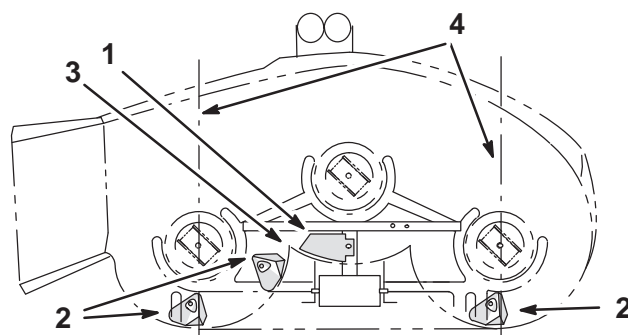
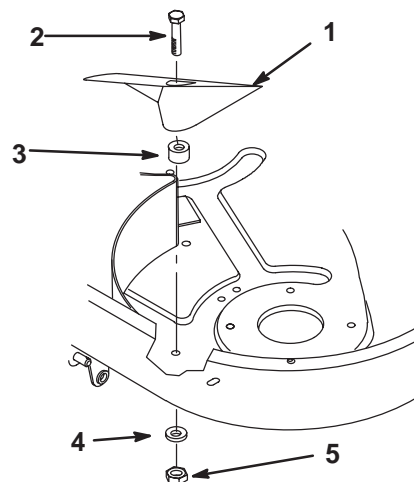

Bild 13
Bild 14
- Legen Sie die Kickerplatte in Position (Bild 13).
- Bringen Sie die Kicker in Position (Bild 13) und befestigen Sie sie mit 3 Schrauben (5/16 x 1 Zoll), Distanzstücken, Flachscheiben und Sicherungsmuttern (Bild 14).